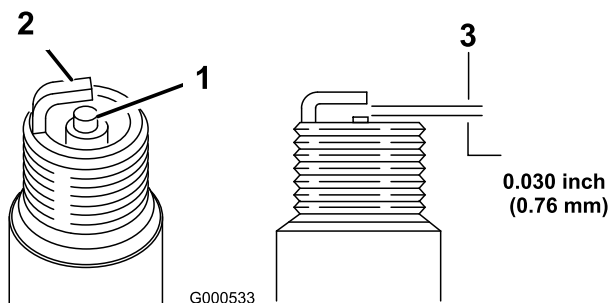

Figura 25
- Ajuste el espacio entre los electrodos a 0.76 mm (0.030"); consulte Figura 25.